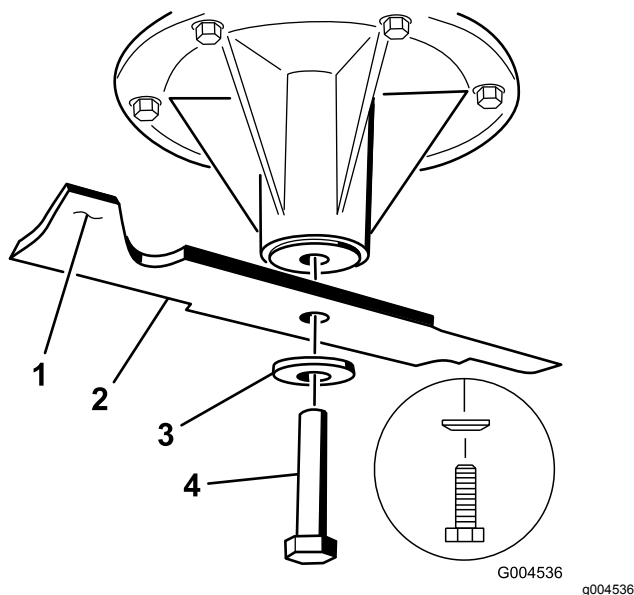

Figure 93
2. Enlevez de l'axe, le boulon, la rondelle bombée et la lame (Figure 93).